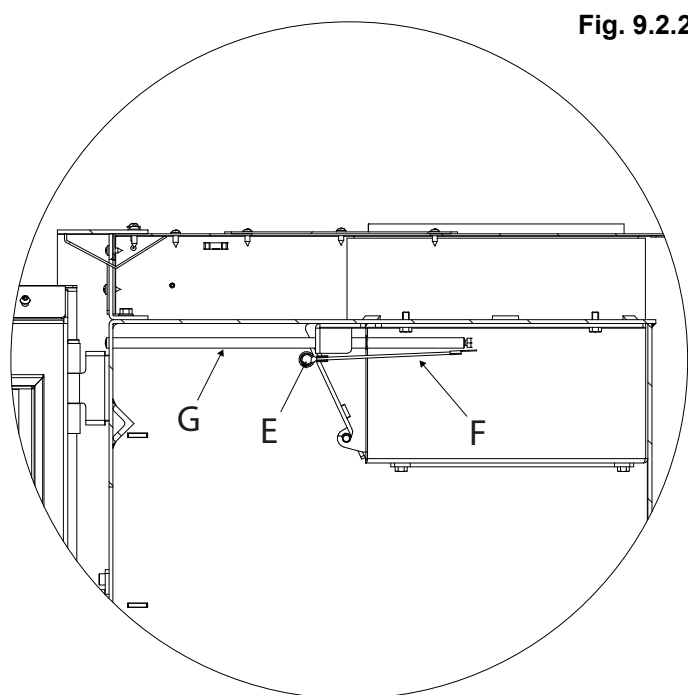

Fig. 9.2.2
- Desenroscar el tornillo E para liberar el cable de acero F y quitarlo junto con la varilla de ajuste de mariposa G (Fig. 9.2.2)